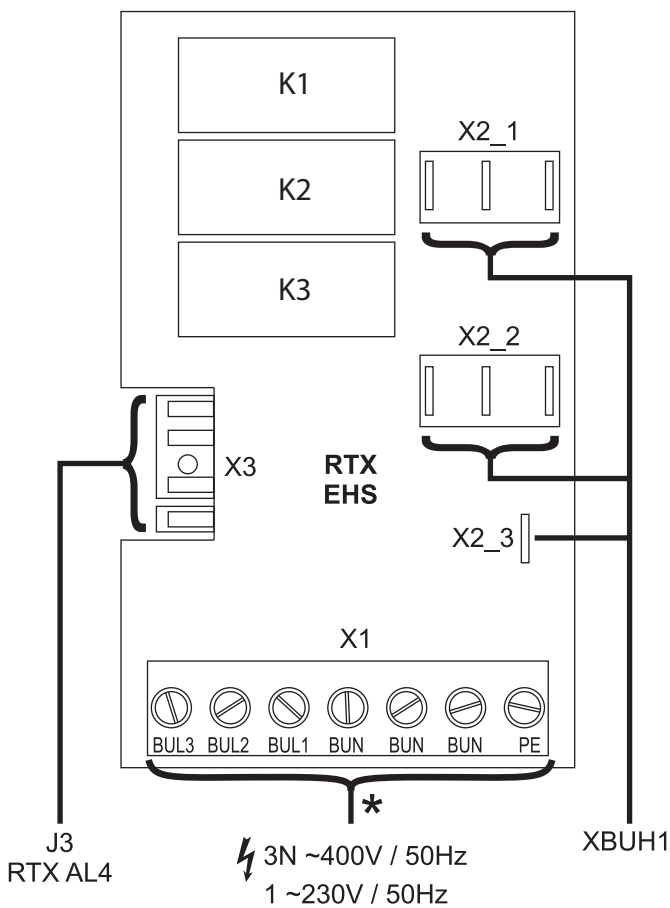

Fig. 4-10 Scheda RTXEHS
- Collegare il backup-heater alla morsetteria RTXEHS (fig. 4-10) della HPSU compact.